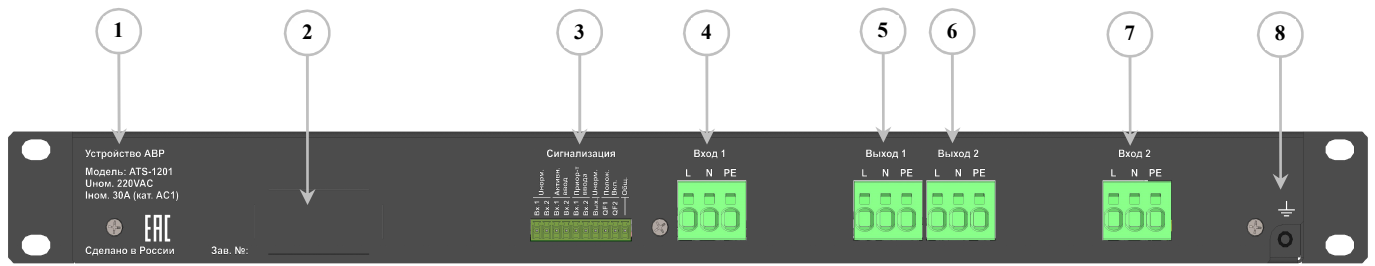

Рисунок 3. АВР ATS-1201(P), задняя панель:
**Подключение внешних цепей** производится на задней панели прибора. См. *Рис. 3*. Силовые и сигнальные цепи подключаются одножильными проводниками, или многожильными с дополнительной обсадкой концов провода наконечниками. Сечение проводов должно быть не менее допустимых по предполагаемой номинальной нагрузке, но не более приведенных в *Таблице 1*. При подключении жестких одножильных проводов и кабелей, рекомендуется производить их раскладку таким образом, чтобы исключить тяжение, создаваемое проводами на клеммы прибора.